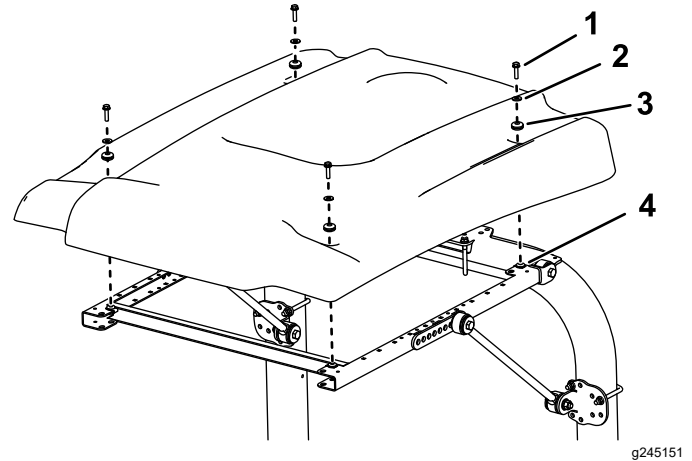

Figura 25
13. Alinee los taladros de montaje y posicione el toldo sobre el bastidor, según se muestra en Figura 25.
14. Sujete provisionalmente cada esquina del toldo al bastidor con un perno con arandela prensada ($\frac{5}{16}$ " x $1\frac{1}{4}$ "), una arandela pequeña y un anillo de goma (Figura 25).